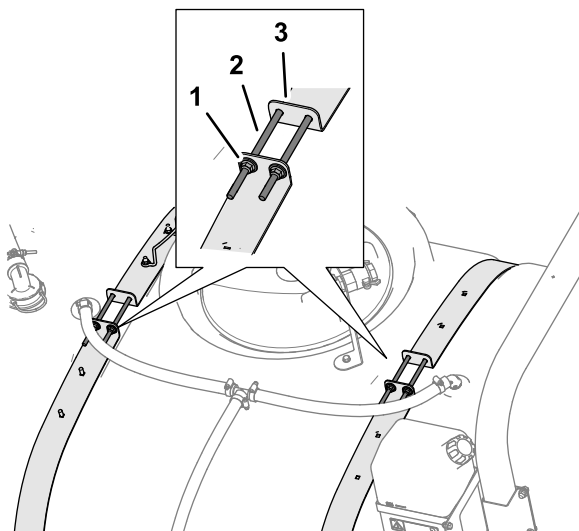

Figure 7
1. Desserrez les 4 contre-écrous à embase et les 4 boulons qui fixent les demi-sangles du réservoir (Figure 7).
3. Serrez les 4 contre-écrous à embase et les 4 boulons au sommet des sangles jusqu'à ce que les sangles affleurent la surface de la cuve (Figure 7).